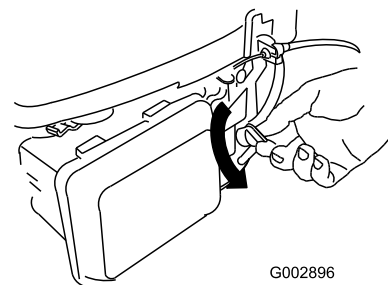

Figure 23
2. Tournez le levier du robinet d'arrivée de carburant en position OUVERTE (Figure 23).